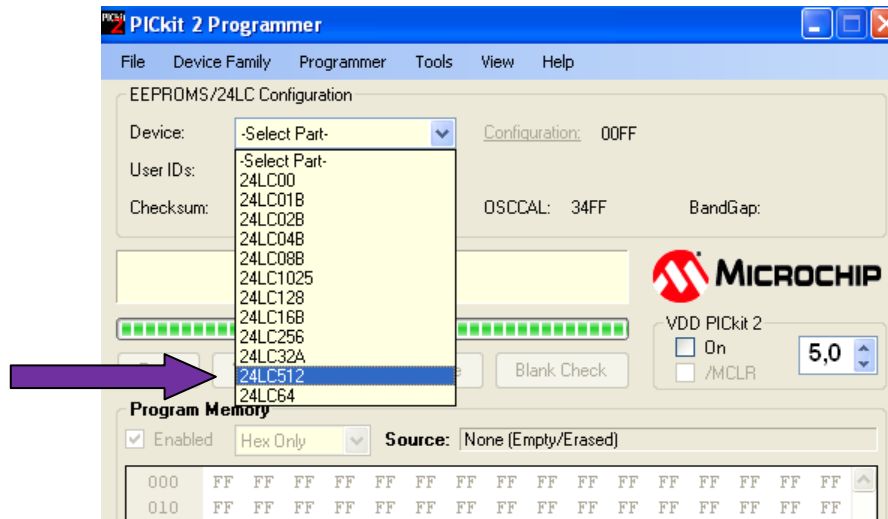

Figura 15
- Va em device -> select part e escolha o modelo 24LC512 conforme figura 15